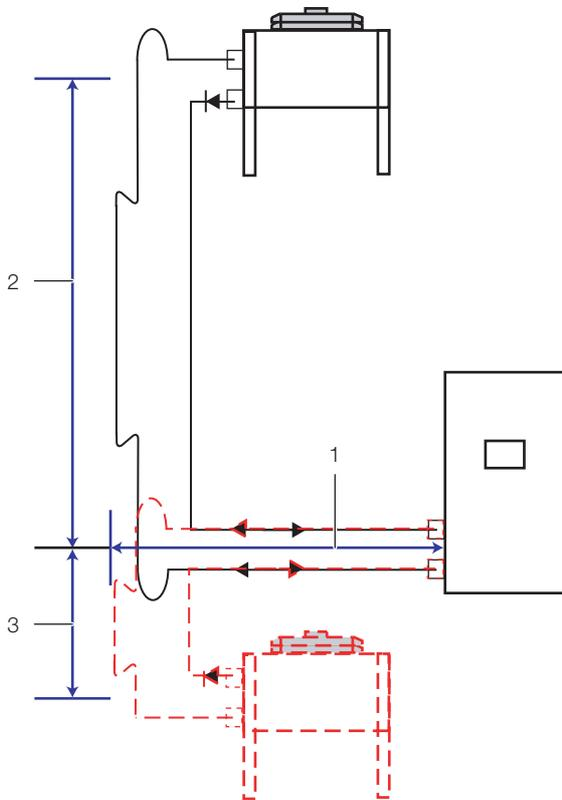

Imagen 12: Posicionamiento relativo
Suma de la distancia horizontal (imagen 12, pos. 1) y vertical (imagen 12, pos. 2 o pos. 3) entre LCP DX y condensador	Longitud máx.30 m equivalente
Evaporador por encima del LCP DX (imagen 12, pos. 2)	máx. 20 m
Evaporador por debajo del LCP DX (imagen 12, pos. 3)	máx. 3 m